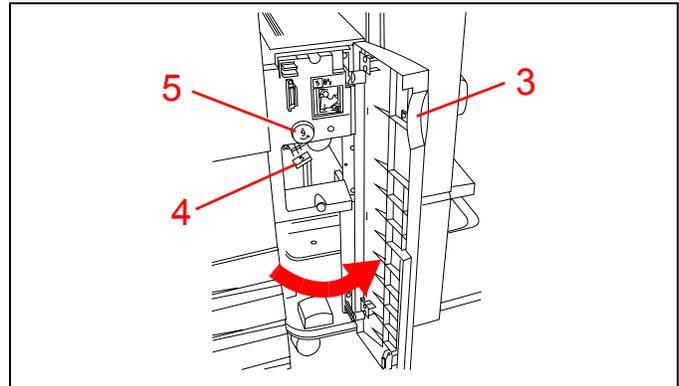

Figure 16
3. Si le bourrage se trouve derrière la porte latérale gauche, reportez-vous à la Figure 16. Ouvrez la porte gauche.